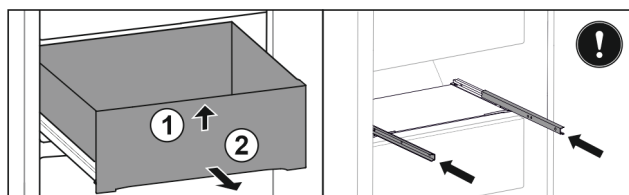

Fig. 45
- ▶ 抬起抽屉前部。 Fig. 45 (1)
- ▶ 朝前取出抽屉。 Fig. 45 (2)